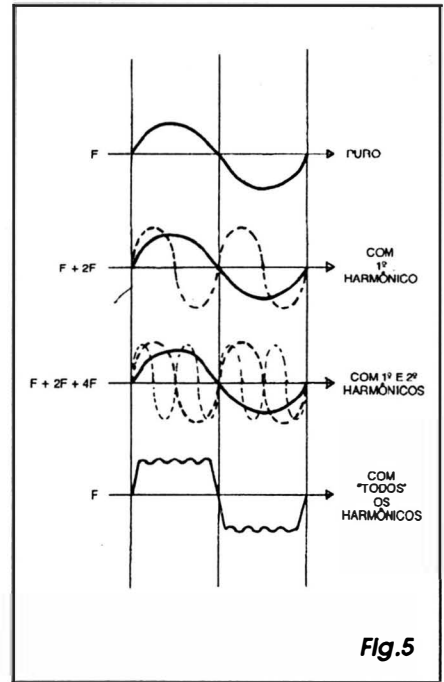

Fig.5
- FIG. 5 - REPRESENTAÇÃO GRÁFICA DOS HARMÔNICOS... - Nos 4 gráficos do diagrama temos as representações de uma forma de onda de frequência fundamental F, mais a sucessiva superposição dos seus respectivos harmônicos de ordem par... Inicialmente apenas a fundamental, senoidal, é mostrada... Em seguida, já vemos a superposição de um harmônico com o dobro da frequência fundamental (2F)...